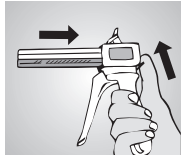
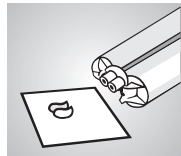
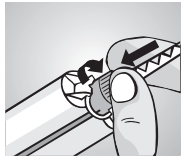

Abb. 2
Abb. 3
Abb. 4
Das Auspressen der Kartuschen erfolgt mit der Automix2-System Pistole (Abb. 2). Nach dem Einsetzen der Kartusche in die Mischpistole den Kartuschenverschluss durch Drehen entfernen. Eine geringe Menge Material auspressen, bis aus beiden Austrittsöffnungen gleichmäßig Material gefördert wird (Abb. 3). Zum Aufsetzen der Mischkanüle die Führungen an der Kanüle und Kartusche beachten. Durch gegenläufiges Drehen arretieren (Abb. 4). Die Dosierung kann jetzt individuell erfolgen. Nach Gebrauch die Mischkanüle bis zur nächsten Anwendung auf der Kartusche belassen. Ausschließlich Mischkanülen 1:1, blau, kurz verwenden!
- Um eine homogene Mischung zu gewährleisten: Vor jedem Aufsetzen der Mischkanüle immer etwas Material auspressen, bis aus beiden Öffnungen gleichmäßig Base und Katalysator austreten (Abb. 3).